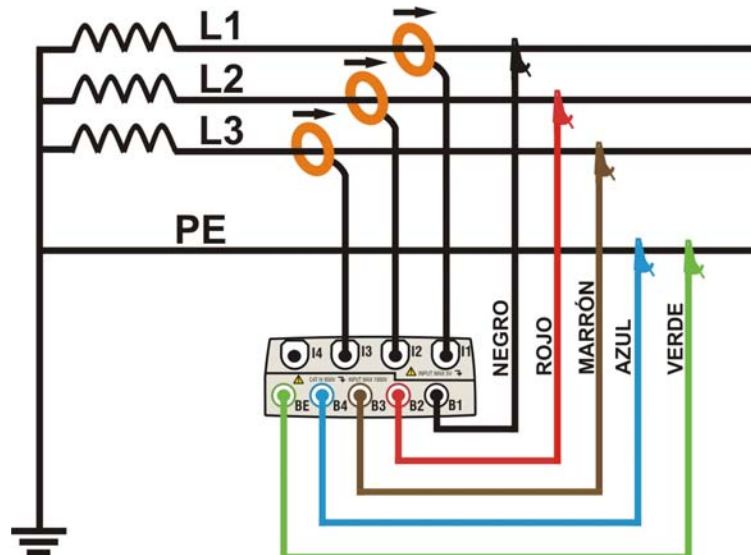

Fig. 107: Conexión del instrumento en un sistema Trifásico 3-hilos
2. Conecte los cables de medida de tensión sobre los conductores de Fase L1, L2, L3 respetando los colores como muestra la Fig. 107. **Verifique en el visualizador la indicación "123" relativa al correcto sentido cíclico de las fases** (ver el § 5.2.1) y efectuar las oportunas correcciones hasta cumplir tal situación.
3. Conecte las pinzas de corriente sobre el conductor de Fase L1, L2, L3 como muestra en la Fig. 107 **respetando el sentido de la flecha** presente sobre la misma pinza que indica la dirección convencional de la corriente desde el generador a la carga. **Verifique siempre, en la pantalla de la sección Visualización Medida, que las Potencias Activas P1, P2, P3 sean siempre positivas y que el factor de potencia Pf1, Pf2, Pf3 sea correspondiente a la carga, normalmente inductivo**, antes de activar un registro. En caso de valores negativos de las potencias activas gire la pinza 180° sobre el conductor interesado.